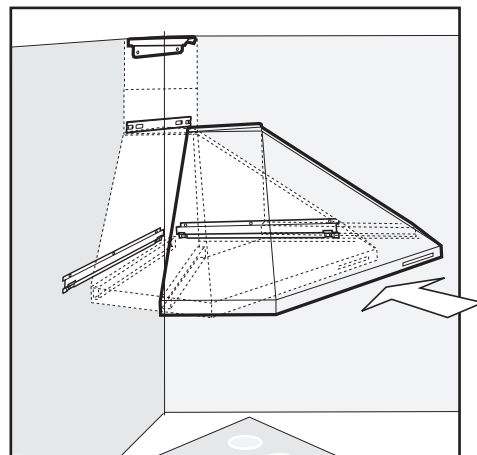

Fig. 9
- Montez la hotte sur une des cornières inférieures en vous servant de la rainure dont la hotte est équipée dans sa partie arrière (Fig. 9).